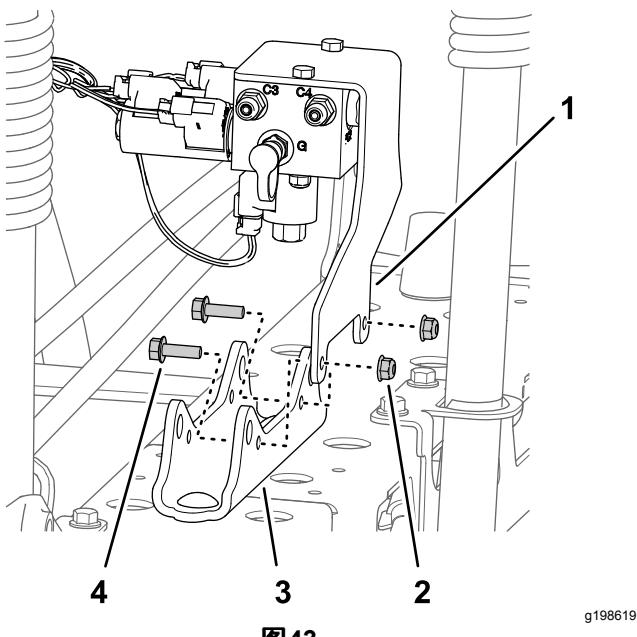

图43
- 对于不带可选超声波喷洒臂平行组件的机器 拧下将喷洒段提升歧管的支撑托架固定至油缸安装座的 2 个凸缘锁紧螺母 $5/16$ 英寸和 2 个凸缘头螺栓 $5/16 \times 1$ 英寸然后从油缸安装座上分离歧管和托架 图43。